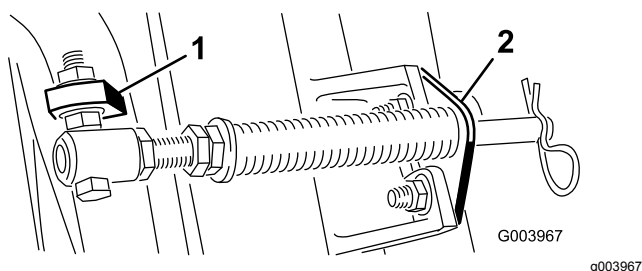

Figura 5
Nota: Posizionate la testa del bullone sul lato esterno dell'aletta, come illustrato nella **Figura 5**.
- D. Montate la staffa dell'asta sulle alette degli elementi di taglio usando i bulloni a testa tonda e i dadi (**Figura 5**).